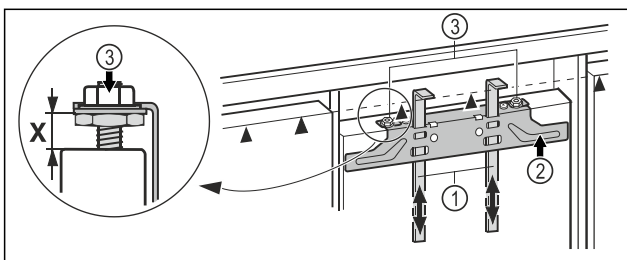

Fig. 44
- ▶ Монтажные приспособления Fig. 44 (1) сдвиньте вверх на высоту мебельного фасада. Нижняя упорная кромка ▲ монтажного приспособления = верхней кромке мебельной двери, которую планируется смонтировать.
- ▶ Открутите крепежную поперечину Fig. 44 (2) с помощью контргайк Fig. 44 (3).